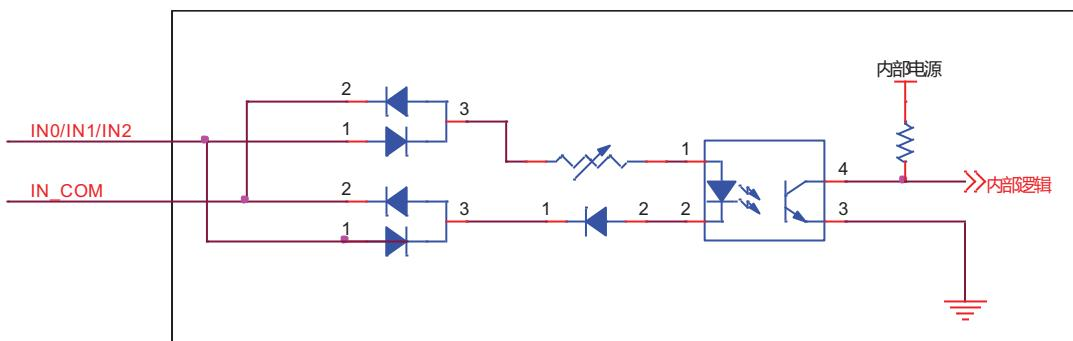

图5-15 I/O 输入接线
- I/O 接口的输入接法：(输入电压范围 5~30V DC)，如图 5-15 所示。